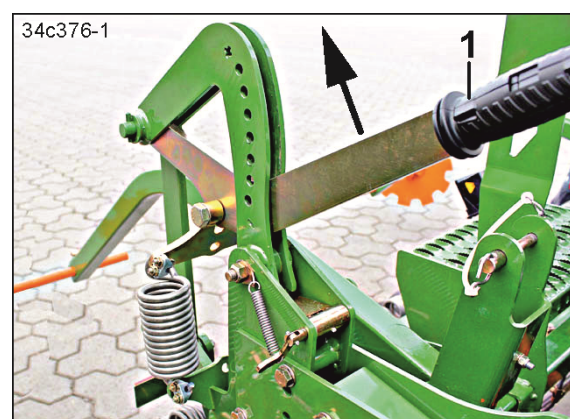

Fig. 205
4. Trageți maneta (Fig. 205/1) în direcția săgeții.